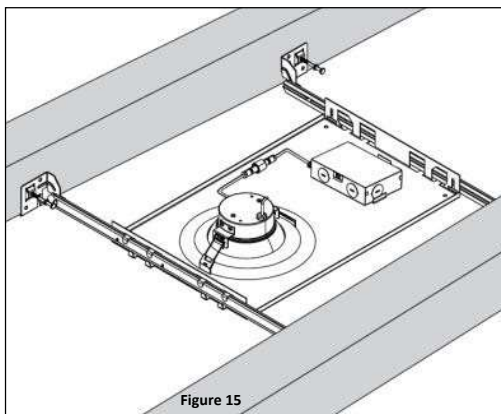

Figure 15
1. Fixez l'ensemble entre les montants de plafond dans la zone souhaitée pour l'installation. **Reportez-vous à la Figure 15.**